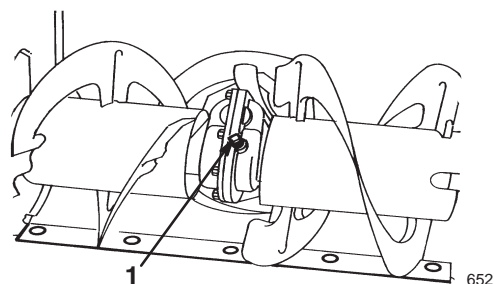

Figure 19
4. Nettoyez les abords de l'obturateur de tuyau (Fig. 19).
5. Retirez l'obturateur de tuyau du boîtier d'engrenages (Fig. 19).